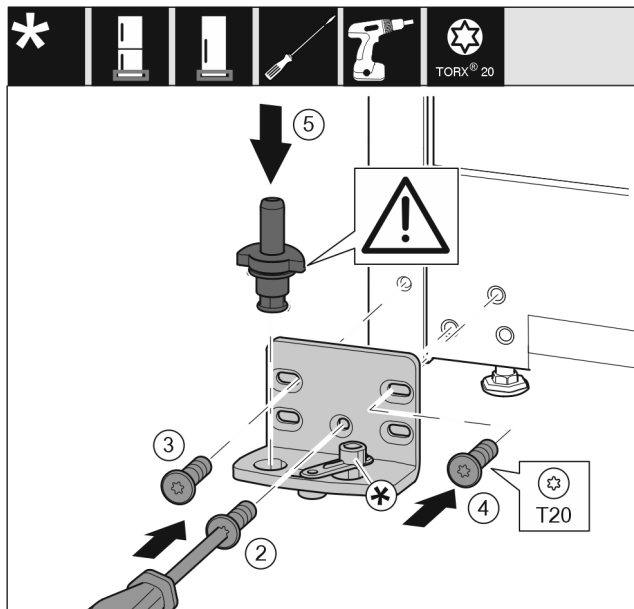

Fig. 22 *
- Nasadte stojan ložiska na druhé straně a přišroubujte pomocí šroubováku. Začněte šroubem Fig. 22 (2) dole uprostřed.*
- Utáhněte šroub Fig. 22 (3) a šroub Fig. 22 (4).*
- Zcela vložte ložiskový čep Fig. 22 (5). Přitom dávejte pozor, aby zajišťovací vačka směřovala dozadu.*
- Nasadte stojan ložiska na druhé straně a přišroubujte pomocí šroubováku. Začněte šroubem (2) dole uprostřed.*
- Utáhněte šroub (3) a šroub (4).*
- Zcela vložte ložiskový čep (5). Přitom dávejte pozor, aby zajišťovací vačka směřovala dozadu.*